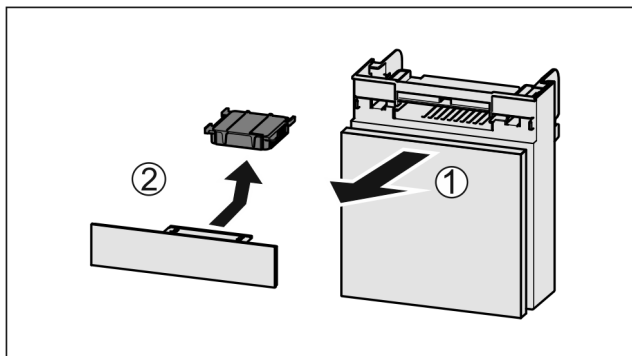

Fig. 185
- ▶ Потягніть Fig. 185 (1) відділення вперед.
- ▶ Витягнути Fig. 185 (2) фільтр з активованого вугілля.